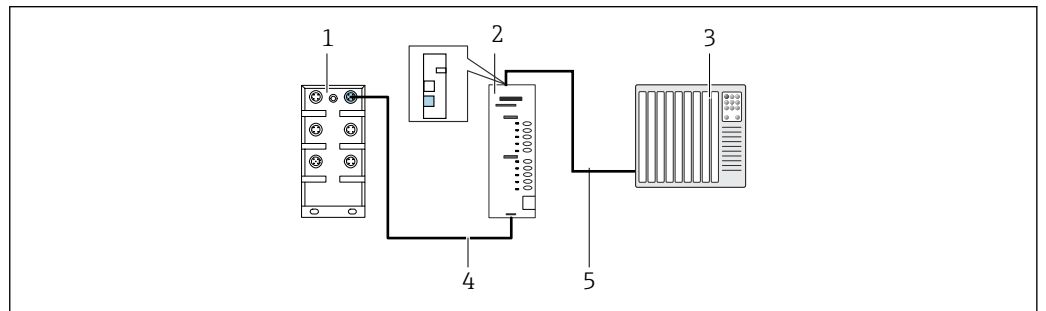

图 1 通信连接
1. 连接 Modbus TCP 接口与网关底部。→ 图 1, 图 9
1. 连接 Ethernet/IP 接口与网关顶部。→ 图 1, 图 9